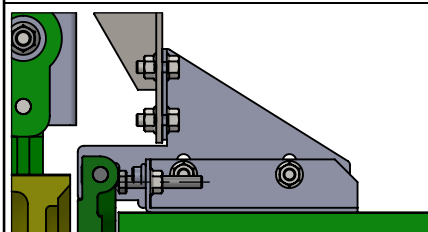

fig.3
- Su ciascuna ganascia inserire il distanziale "F" e montare i blocchetti dx e sx "G""H" con viti M12x25 e M10x45. (fig.3)